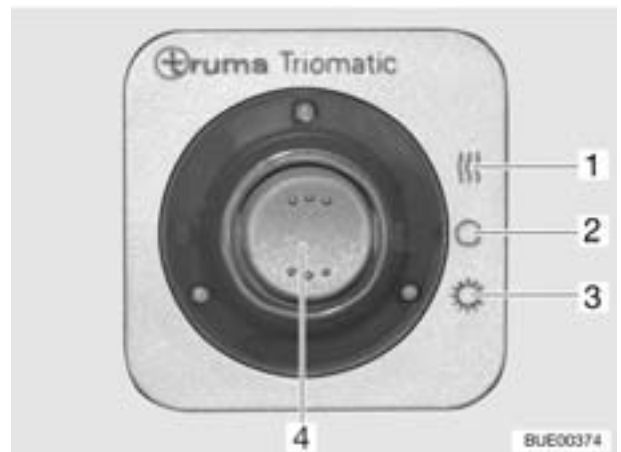

Bild 110 Fernanzeige
Mit der Fernanzeige (Bild 110) wird im Fahrzeuginneren signalisiert, welche Gasflasche in Betrieb ist.
■ Betriebsart mit dem Wippschalter (Bild 110,4) einstellen.
- Winterbetrieb "Ein und Heizen" (Bild 110,1)
- Aus (Bild 110,2)
- Sommerbetrieb "Ein" (Bild 110,3)